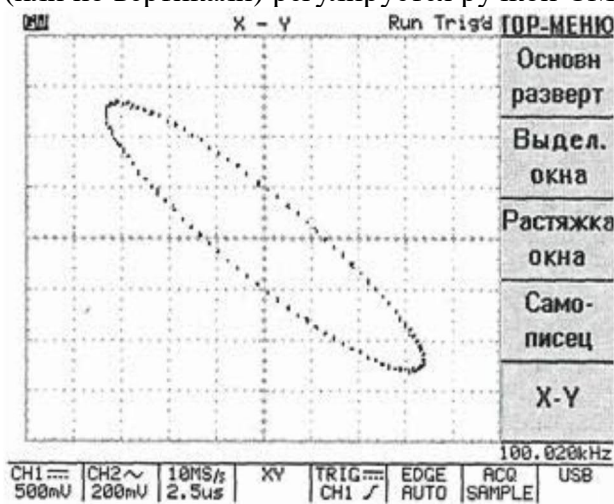

Рис.11. Наблюдение фигуры Лиссажу в режиме X-Y.
□□X-Y. Включение кнопкой F5. Режим наблюдения фигур Лиссажу (рис. 11). Смещение по горизонтали (по оси X) осуществляется сигналом канала 1. Смещение по вертикали (по оси Y) осуществляется сигналом канала 2. Усиление по горизонтали (или по вертикали) регулируется ручкой ВОЛЬТ/ДЕЛ канала 1 (или канала 2), положение по горизонтали (или по вертикали) регулируется ручкой СМЕЩЕНИЕ канала 1 (или канала 2).